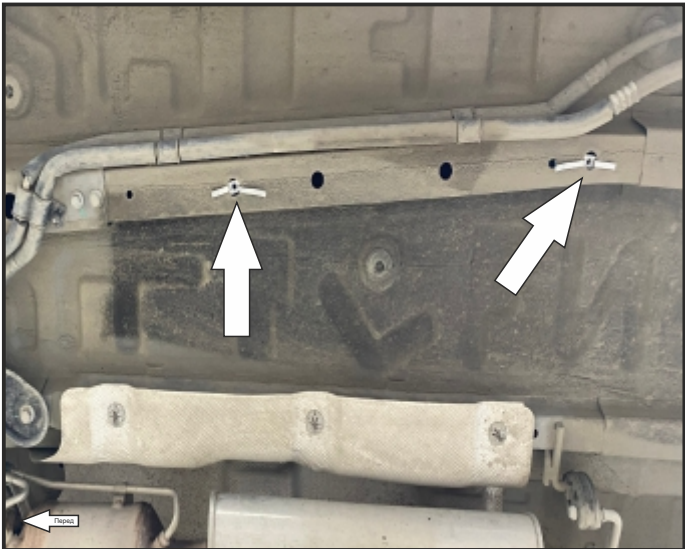

Рис. 7
4. Установить закладные гайки M8. (Рис.7, Рис.8)